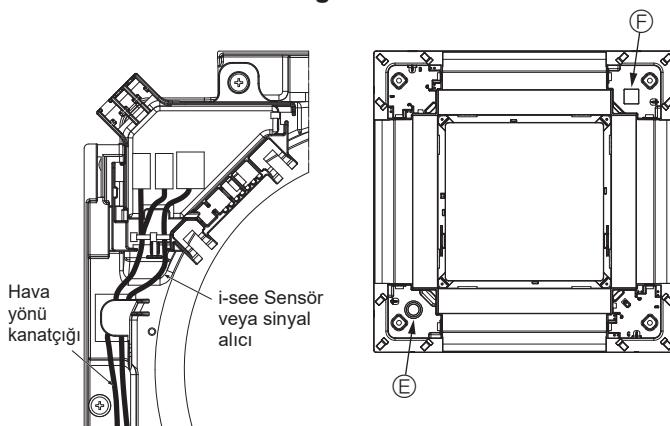

Fig. 10-13
- i-see Sensörü ve sinyal alıcısı kablolarnı Fig. 10-13'deki gibi yönlendirin.